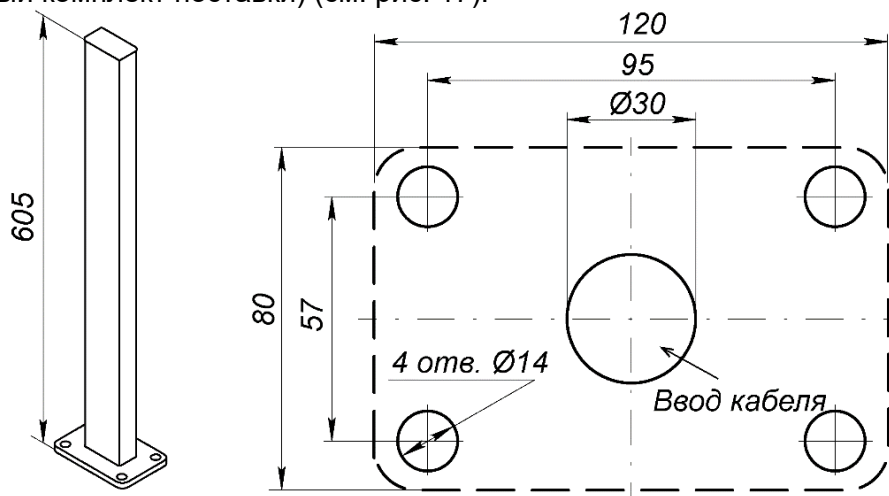

Рисунок 17. Внешний вид и схема разметки отверстий для установки стойки для фотоэлемента безопасности **PERCo-GDS1**
Фотоэлемент безопасности может устанавливаться на стойке **PERCo-GDS1** (входит в дополнительный комплект поставки) (см. рис. 17).
2. Выполните в установочной поверхности отверстия под гильзы анкеров в соответствии со схемой разметки (см. рис. 17), а также штробы для проводов питания и соединения при необходимости. Размер отверстий на схеме указан для анкеров типа PFG IH8 («SORMAT»), при использовании других типов анкеров необходимо выполнять отверстия соответствующих им диаметра и глубины.